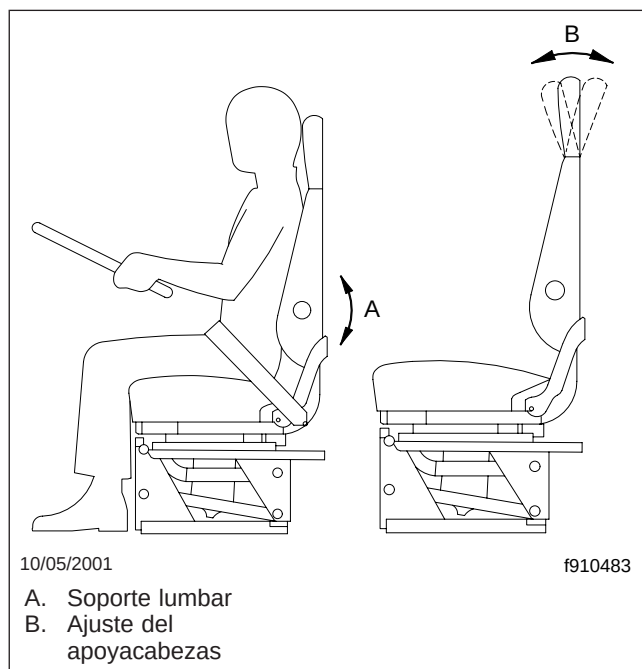

Figura 5.7, Ajuste del soporte lumbar y del apoyacabezas
3. Soporte lumbar: el soporte lumbar cambia la forma del respaldo del asiento para dar más o menos soporte al área lumbar (parte inferior de la espalda) del ocupante. Este ajuste es mecánico o controlado por aire, dependiendo del modelo y fabricante del asiento (Figura 5.7).
ángulo para proporcionar apoyo a la cabeza y la parte superior de la espalda (**Figura 5.7**).